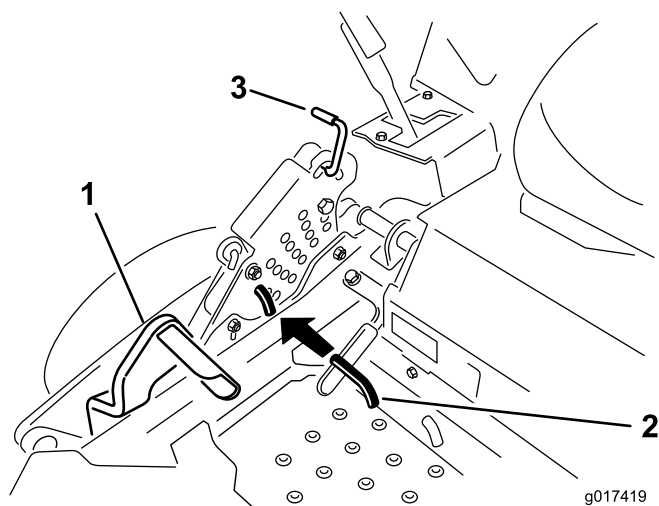

Figura 24
2. Premete il pedale di sollevamento del piatto e sollevate il piatto di taglio in posizione di trasporto (oltre la posizione dell'altezza di taglio di 14 cm) (Figura 24).
3. Per regolare, ruotate il perno di 90 gradi e togliete il perno dalla staffa dell'altezza di taglio (Figura 24).
4. Nella staffa dell'altezza di taglio scegliete un foro corrispondente all'altezza richiesta, ed inserite il perno (Figura 24).